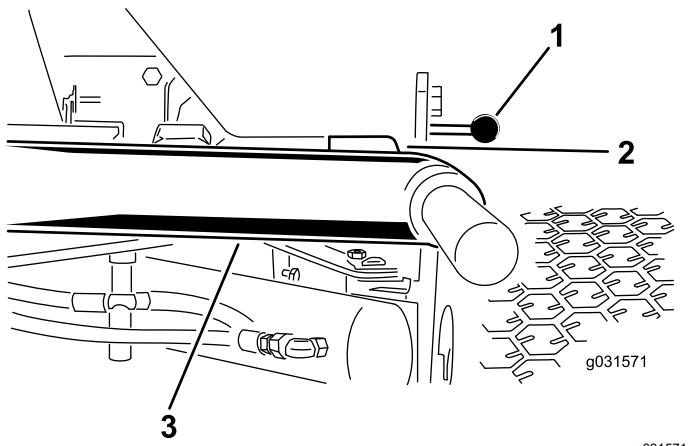

図 11
- エンジンを始動し、昇降アームを上昇させて、各昇降アームとフロアプレートブラケットとの距離が、図 11 のように 5-8 mm になっていることを確認する。